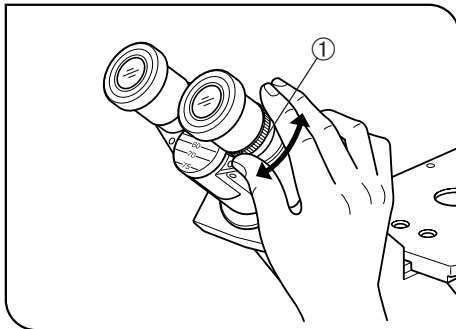

Abb. 11
(Abb. 11 bis 13)
2. Mit dem rechten Auge durch das rechte Okular hindurchsehen und nur den Dioptrieneinstellring ① drehen, um das Objekt scharfzustellen. (Abb. 11)